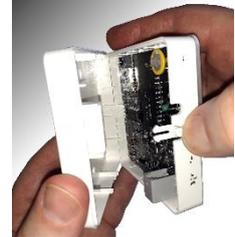

Abb. 7.
Schritt 1 Drücken Sie den Entriegelungsknopf an der Seite des Controller-Gehäuses und ziehen Sie das Gehäuse (siehe Abb. 7).